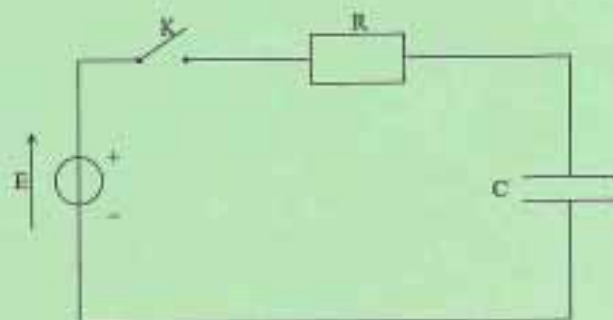

Figure 1
Le montage du circuit électrique schématisé ci-dessous (figure 1) comporte :
Sur le schéma du circuit donné en ANNEXE 2 (figure 1 à rendre avec la copie), une flèche représente le sens de circulation du courant d'intensité i dans le circuit. Ce sens sera considéré comme le sens positif. Par ailleurs, on note q la charge de l'armature du condensateur qui se chargera positivement.
- 1.1. En utilisant la convention récepteur, représenter par des flèches sur la figure 1 de l'ANNEXE 2 les tensions u_C aux bornes du condensateur et u_R aux bornes du conducteur ohmique.